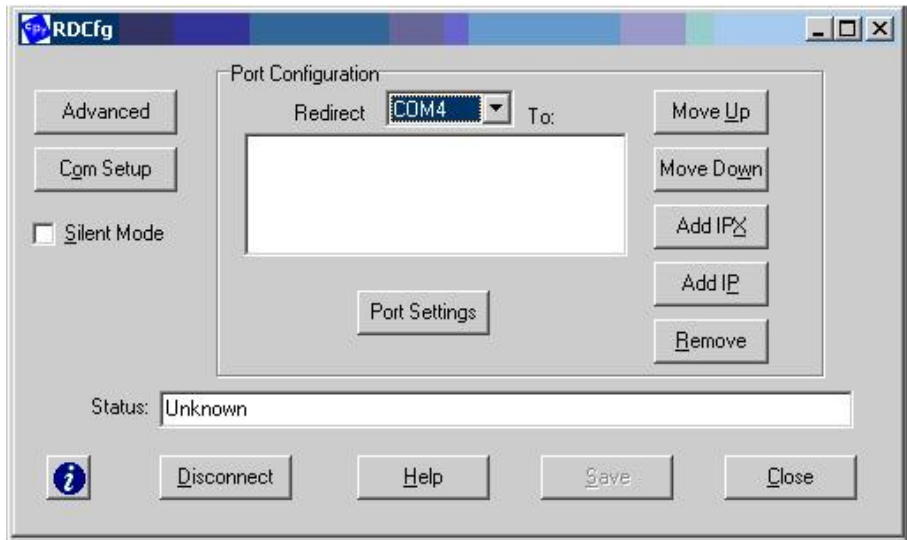

Fig. 4
2. Click the Com Setup button (Fig. 4).